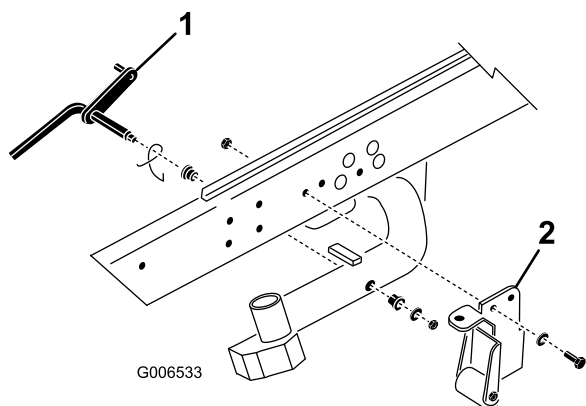

図 3
1. ピボットロッドを昇降アーム番に固定しているロックナットとワッシャを外す図3。昇降アームから、ピボットロッドとスプリングを取り外す。昇降アーム番および番にも同じ作業を行う。
**注** DPA カッティングユニットでは、ティッパーブラケットローラ付きやティッパーサポートブラケットは必要ありません図3。